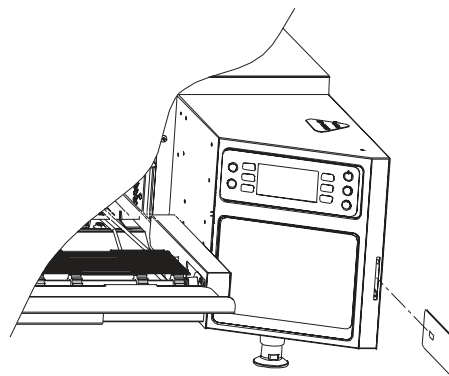

Рис. 25. Обновление микропрограммы
1. Вставьте серую смарт-карту (см. рис. 25) чипом к передней стороне печи. При необходимости использования нескольких смарт-карт, следуйте нанесенной маркировке - убедитесь в соблюдении корректной последовательности.